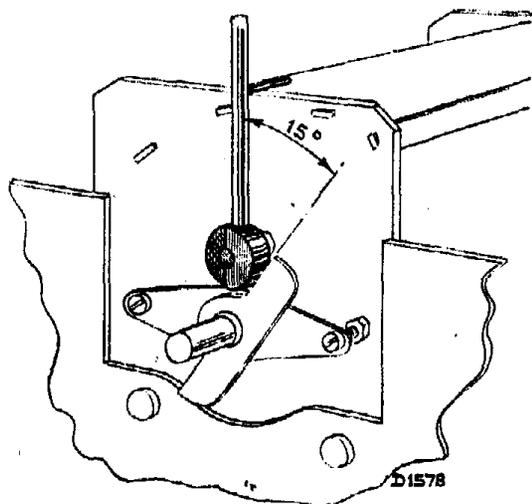

Fig. 6
2. Placer un calibre de  $15^\circ$  (fig. 6).